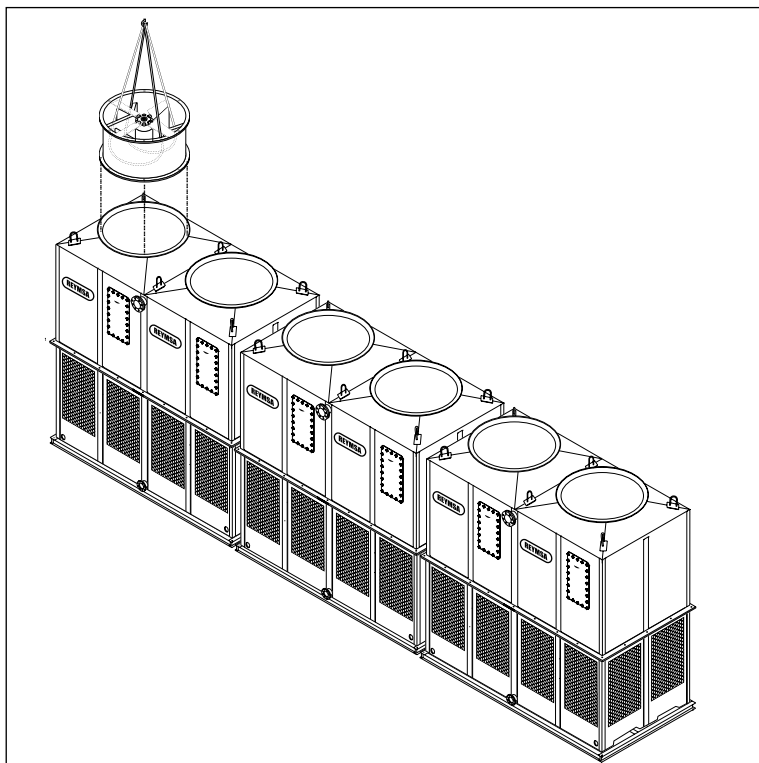

**Figura A-71: Levantamiento del último módulo de una torre con acomodo por el lado corto (RTM-B-S o RTPM-B-S)**
C. Levante e instale el último módulo, el cual debe tener entradas de aire por tres de sus lados (dos lados largos y uno corto). Ver Figura A-71 como referencia.